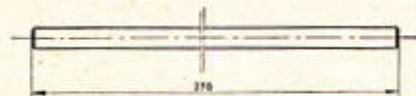

Fig. 58. — Axe de fourchette.
- axes de fourchettes n° P.D. 2546.12 (fig. 58),